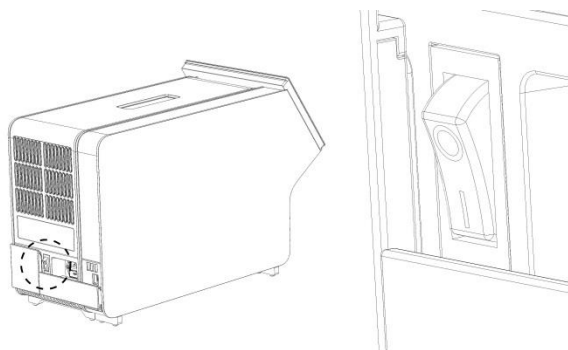

Figur 7. Tilslut netledningen.
7. Slut netledningen, der blev leveret sammen med QIAstat-Dx Analyzer 1.0, til bagsiden af analysemodulet (Figur 7).